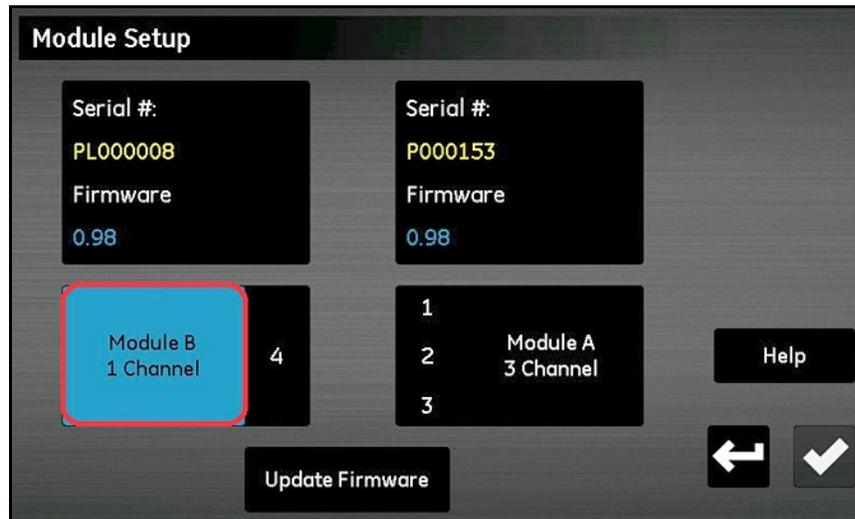

Figura 95: Selección del módulo
5. Pulse el módulo que requiera la actualización de firmware. El módulo se mostrará resaltado en color azul y el botón **Actualizar firmware** pasará a estar disponible (consulte la *Figura 95*). Si el botón **Actualizar firmware** aparece atenuado, asegúrese de que la unidad USB de memoria flash esté bien conectada al puerto USB.